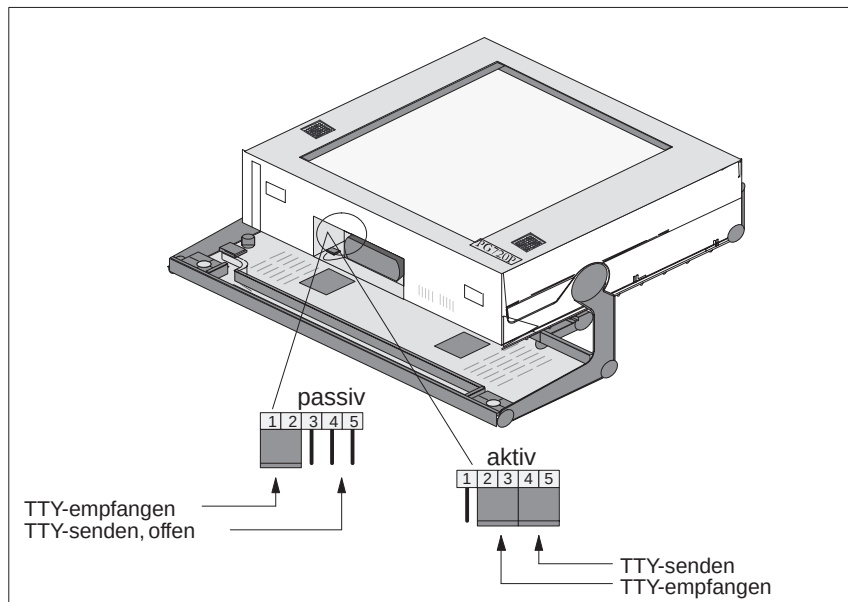

Bild 4-13 TTY-Schnittstelle mit Steckbrücke aktiv/passiv schalten
Verändern Sie die Brückeneinstellung wie im Bild 4-13 unten dargestellt:
5. Stecken Sie eine Brücke auf den Steckplatz 1-2 (siehe Bild 4-13).